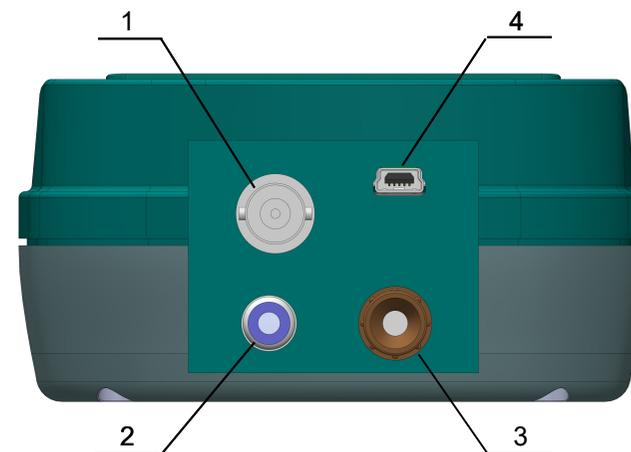

Рис.1. Вид панели прибора с разъемами
1.4.4. Расположение гнезд разъемов представлено на рис. 1.
3.1.3. Электроды, подготовленные к измерениям, подключают в соответствующие разъемы (комбинированный электрод подключается к разъему измерительного электрода, рис. 1).
3.2.1. Прибор подключают к питанию через разъем «Mini USB Тип В» (рис. 1). Питание может осуществляться от компьютера или от источника питания USB.
3.4.5.1. Подключить термокомпенсатор к соответствующему разъему прибора (рис. 1).